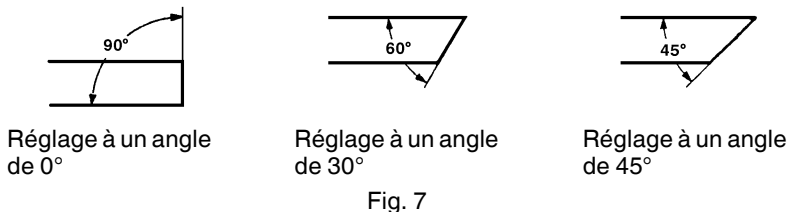

Fig. 7
4. Coupes à angle (Fig. 7 et 8)
Desserrer les deux boulons M10 à tête hexagonale de l'étau (B), puis régler la surface de travail sur la mâchoire d'étau à un angle de 0°, 30° ou 45° comme indiqué à la Fig. 7.